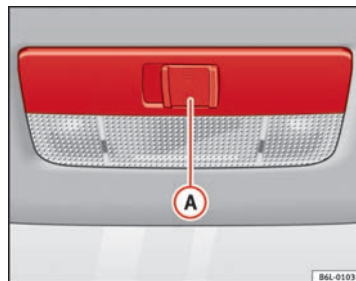

Fig. 63 Rivestimento interno del tetto: illuminazione anteriore dell'abitacolo
Con l'interruttore (A) ⇒ fig. 63 si possono selezionare tre diverse modalità:
Fare scorrere l'interruttore nella posizione O ⇒ fig. 63 .